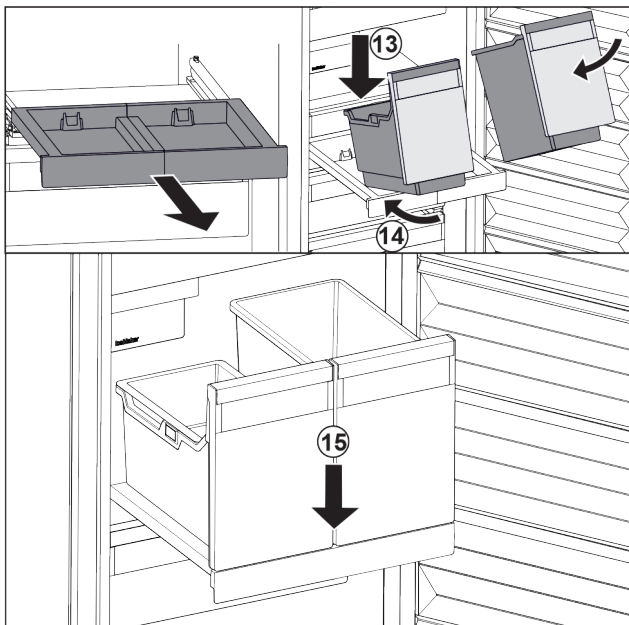

Fig. 124
- ▶ Helyezze ferdén a kihúzható rácst a tárolókat. Fig. 124 (13)
- ▶ Tolja be ferdén hátra a tárolókat. Fig. 124 (14)
- ▶ Helyezze le a tárolók elejét. Fig. 124 (15)